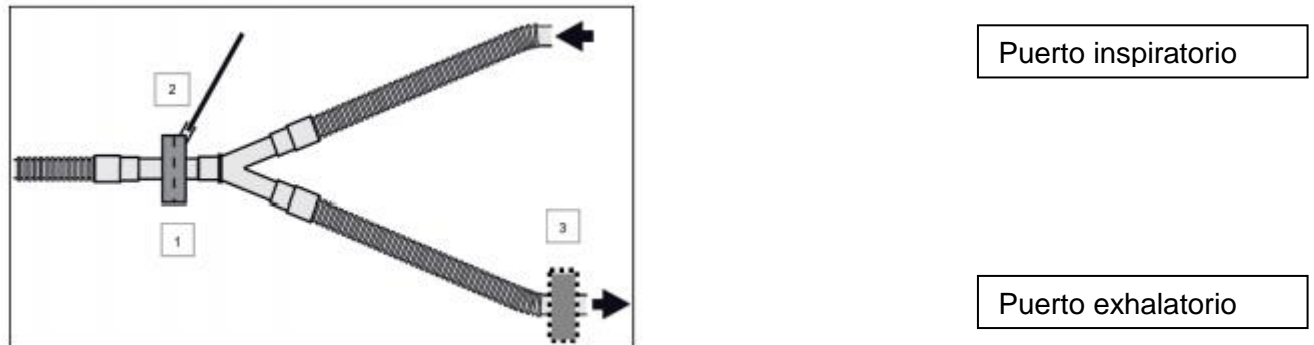

Figura 1 Configuración del sistema para pacientes adultos - Volumen tidal > 300ml
Nota: La línea de muestreo de la máquina de anestesia debe de estar conectado del lado del filtro BDF o HMEF que da al equipo (vea posición2 / figura 1).
- Adicionalmente de forma opcional para mayor seguridad: Sitúe un filtro adicional BSF como es un SafeStar 80 (MP01785) o SafeStar 55 (MP01790) en el puerto espiratorio de la máquina de anestesia (vea posición 3/ figura 1). Esta medida reduce el riesgo de contaminación de sistema de ventilación durante la desconexión diaria y el reemplazo del BSF del lado del paciente.